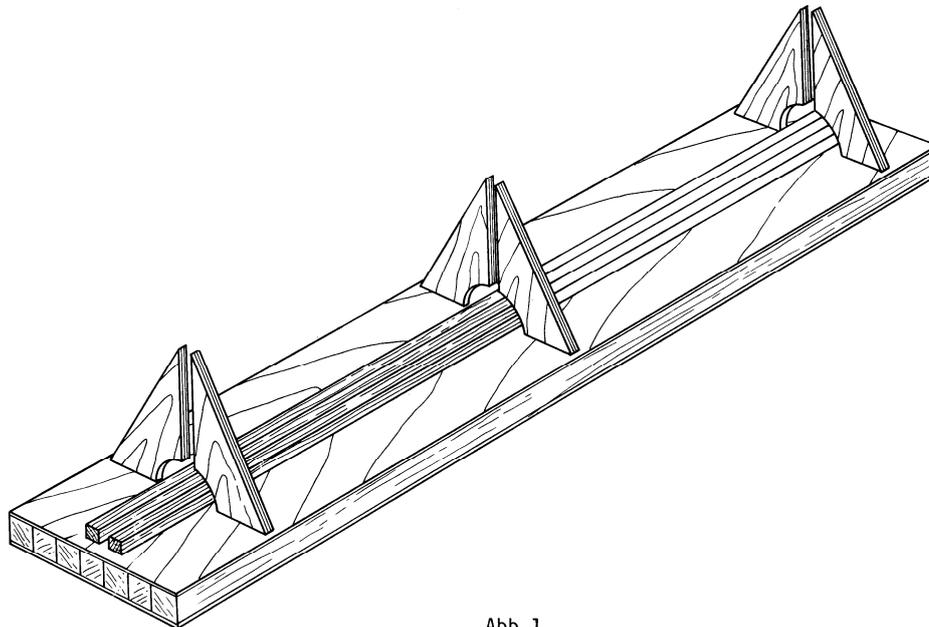

Abb. 1
**Rumpfbau:** Für Ihre Helling verwenden Sie die genannten Sperrholzabfälle und die Leiste. Sie teilen die Leiste und nageln sie mit dünnen Drahtstiften so auf das Brett, das der Kiel stramm hineinpaßt und senkrecht steht. Abb. 1 zeigt Ihnen die Anordnung.